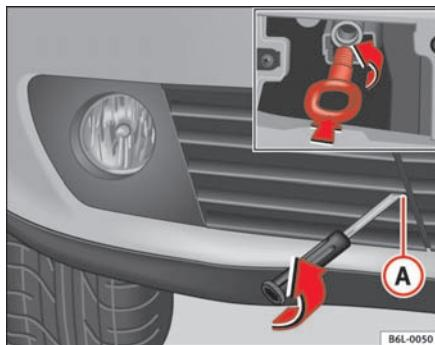

Fig. 159 Argolla de remolque delantera
- Extraiga el tornillo **A** ⇒ página 239, fig. 159.